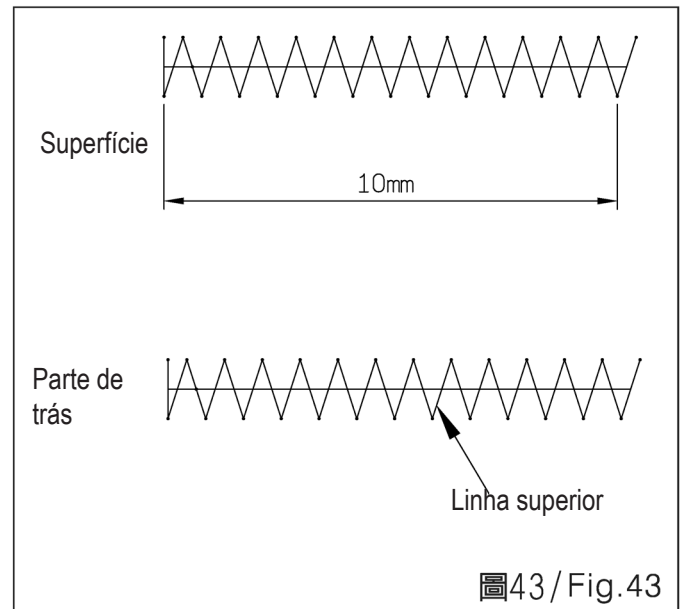

Fig. 43/ Fig.43
2. Depois de encurtar a agulha, a linha superior deformada no tecido é reduzida, e mantenha a operação da presilha estável. O desenho está enrolado perfeitamente na linha superior, mas o comprimento do ponto não é suficiente e o resultado no avesso do tecido pegou a linha superior. Consulte as informações que seguem para selecionar a função com ou sem presilha da agulha. (Fig. 43)